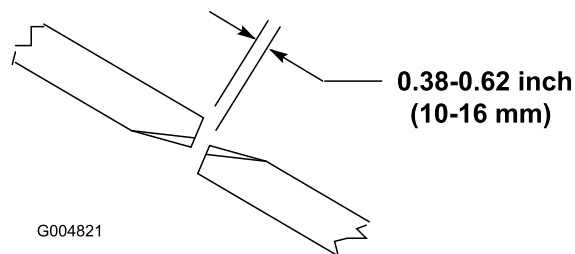

Figura 27
Para asegurar la correcta operación de la unidad de corte, debe haber una holgura de 10-16 mm entre los extremos de las cuchillas de la unidad de corte central y las unidades de corte laterales (Figura 27).
2. Gire una cuchilla de la unidad de corte central y una cuchilla de la unidad lateral de manera que las puntas estén alineadas. Mida la distancia entre las puntas de las cuchillas, que debe ser de aproximadamente 10-16 mm (Figura 27).